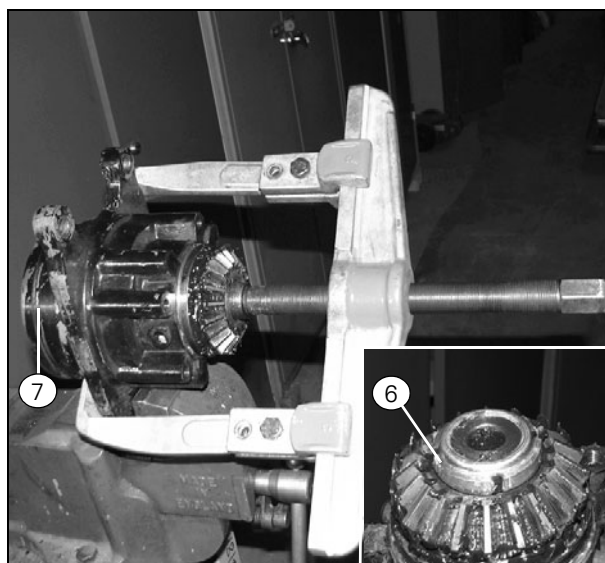

Рисунок 9
24. Затяните гайку (поз. 6) моментом 280 Нм (Рис. 9).